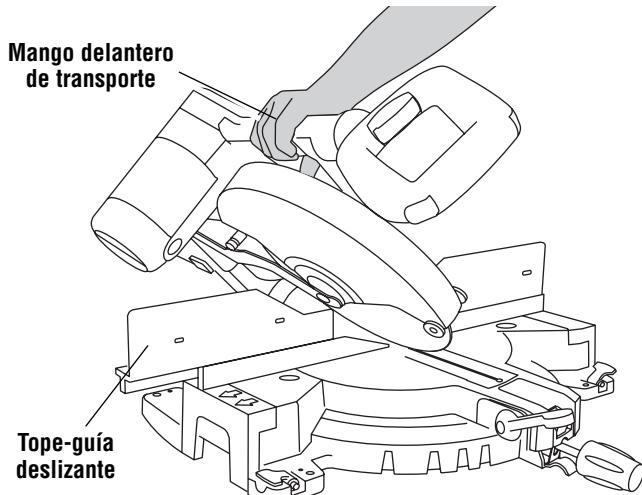

Figura 2.
- a. Extienda el tope-guía deslizante izquierdo para que sobresalga del ensamblaje de la sierra y fíjelo de nuevo (Figura 2).
- a. Extienda el tope-guía deslizante derecho para que sobresalga del ensamblaje de la sierra y fíjelo de nuevo (Figura 2).
- c. Sitúese en el lado derecho de la sierra, agarre el mango delantero de transporte con la mano derecha e incline el cabezal de la sierra ligeramente hacia la izquierda, a la vez que gira la perilla selectora de intervalo de biseles con la mano izquierda hasta "0-45° a la derecha" (Figura 2).
- a. Mueva el tope-guía deslizante izquierdo o derecho para que sobresalga del ensamblaje de la sierra y fíjelo de nuevo (Figura 2).
- c. Sitúese en el lado derecho de la sierra, agarre el mango delantero de transporte con la mano derecha e incline el cabezal de la sierra ligeramente hacia la izquierda, a la vez que gira la perilla selectora de intervalo de biseles con la mano izquierda hasta el "intervalo máximo" (Figura 2).